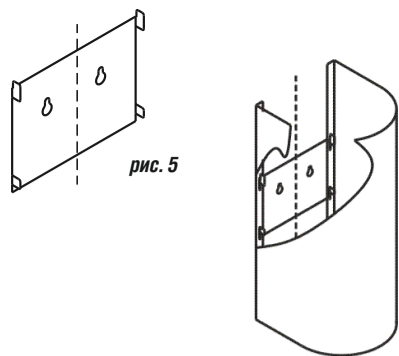

рис. 5
- 6.2.1 Для кухонной вытяжки Omega комплект из двух телескопических фальштруб, поэтому верхнюю фальштрубу предварительно навесьте на кронштейн (рис. 5) и выдвиньте на нужную высоту.